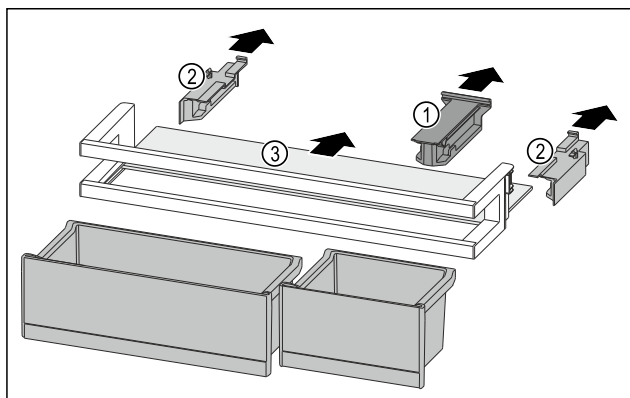

Fig. 88
- ▶ Desprindeți piesa de susținere Fig. 88 (1).
- ▶ Desprindeți piesele laterale Fig. 88 (2).
- ▶ Extrageți raftul Fig. 88 (3).